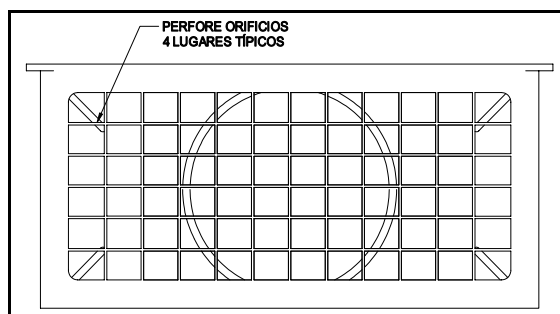

Figura 3
2. Sostenga la unidad del ELIMINATOR™ contra el respiradero. Marque y perforo 4 orificios a través de la red. Esto se debe hacer en el lugar en donde se entrecruzan los orificios ranurados para el montaje y la malla de la rejilla de ventilación. (Ver Figura 3)